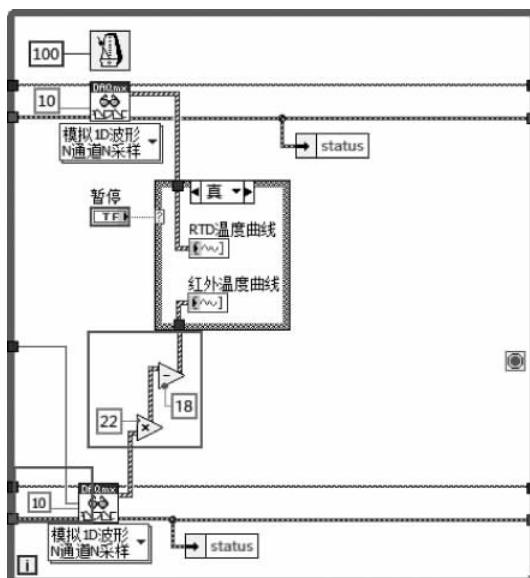

图 3-28 创建超时常量以及数值常量
(4) 创建超时常量。在“读取 VI”的“超时”接线端右击，创建常量 10，意味着当程序在 10s 内未采集到数据时将输出提示信息。丝杠前端采集的数据必须乘以 22 再减去 18 才是实时温度。在程序框图空白处右击，依次选择“编程/数值”选项面板中的“乘”和“减”函数，然后右击两“数值”控件的对应接线端，在弹出的选项面板中选择“数值常量”图标，并进行相应的编辑，创建常量 10 和 8；并将“波形图表”和“波形图”两控件的标签分别改为“RTD 温度曲线”和“红外温度曲线”，如图 3-28 所示。